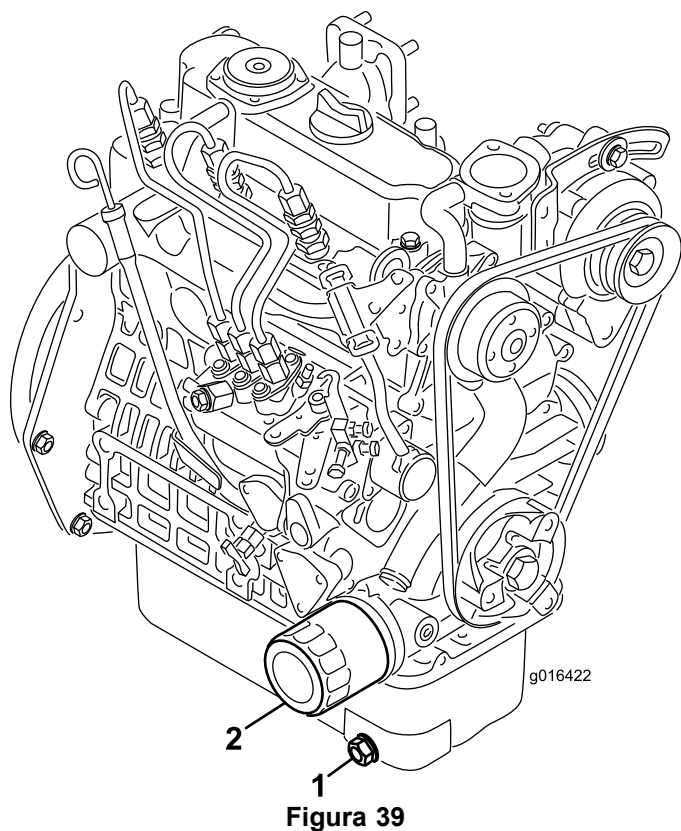

Figura 39
1. Togliete il tappo di spurgo (Figura 39) e lasciate defluire l'olio in una bacinella. Quando l'olio cessa di defluire, rimontate il tappo.